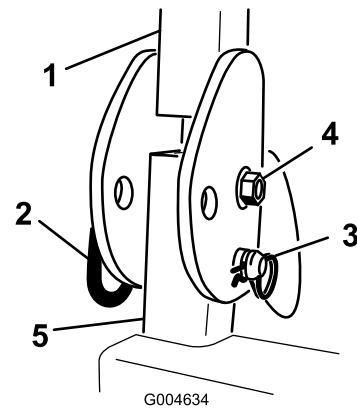

Bild 6
1. Nehmen Sie die Splints ab und die beiden Stifte vom Überrollbügel ab (Bild 6).
2. Richten Sie den Überrollbügel ganz auf und setzen Sie die beiden Stifte ein. Befestigen Sie die Stifte mit den Splints (Bild 6).